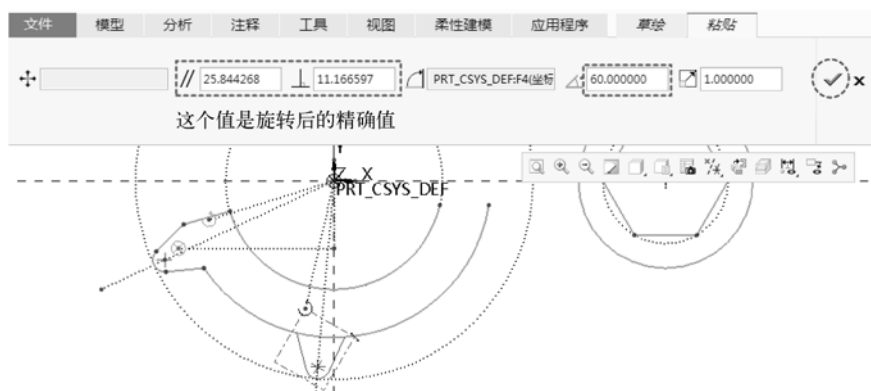

图 2-110 设置旋转参数并预览效果
- 在“粘贴”操控板上首先将// 0.000000 0.000000 的值归零，让副本与参考重合，然后激活“输入参考以旋转图元”收集器 ，再拾取图形区的坐标系作为参考，输入旋转值为 60  60.000000，预览情况如图 2-110 所示。确认无误后单击“确定”按钮 。